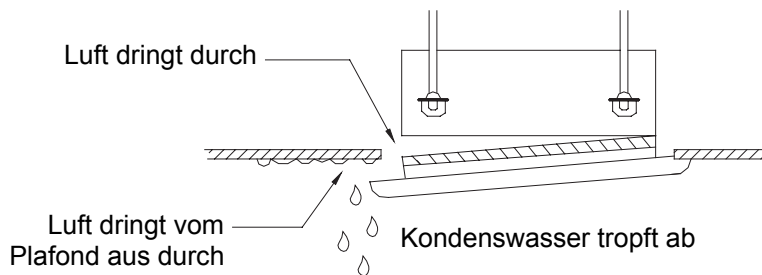

Abb. 14
1. Falsch eingedrehte Schrauben können Probleme verursachen, wie im Bild 14 gezeigt.